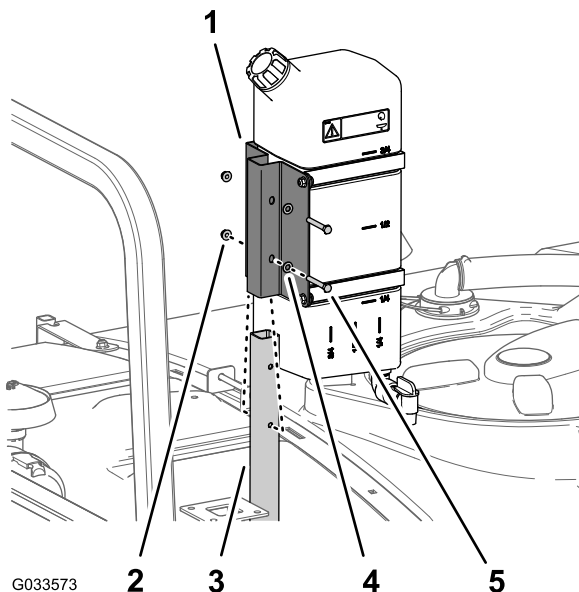

Figura 47
1. Asamblai rezervorul de apă dulce i suportul pe tubul de susinere cu cele 2 uruburi (5/16 x 2 1/4") i cele 2 contrapiuli cu guler (5/16") aa cum este indicat în Figura 47.